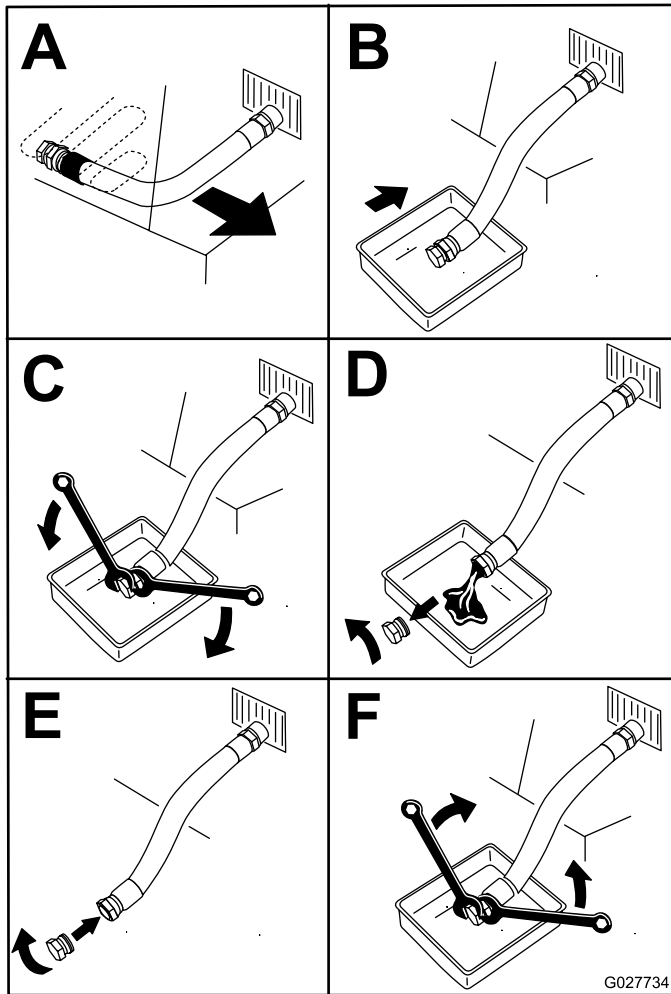

Figure 65
5. Vidangez l'huile moteur (Figure 65).